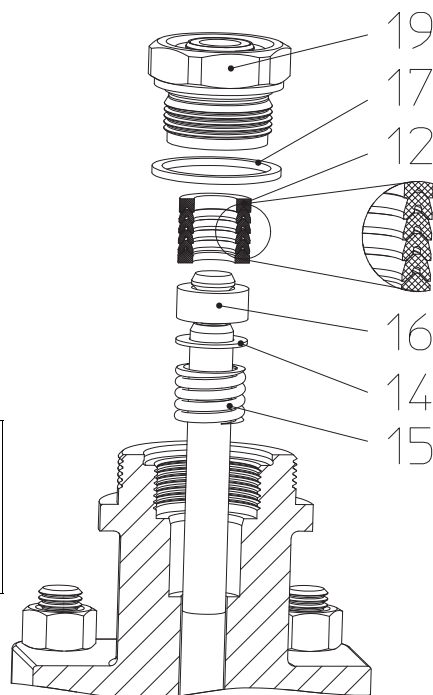

рис. 6:
- При замене шевронных манжет из PTFE (поз. 12) необходимо учитывать очерёдность и положение отдельных частей (см. рис. 6).